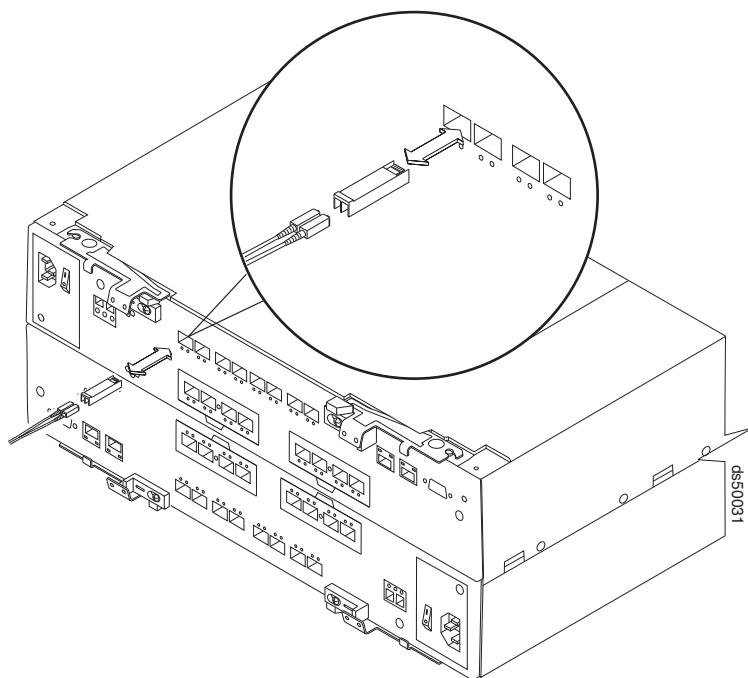

图 25. 将光缆连接到 SFP 或 SFP+
2. 将光缆连接到已安装的 SFP 或 SFP+，如图 25 中所示。